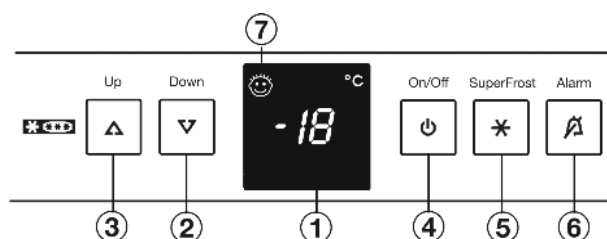

Fig. 2
- ▶ Appuyer sur la touche On/Off Fig. 2 (4).
- ▶ Activer le mode de réglage : Appuyer env. 5 s. sur la touche SuperFrost Fig. 2 (5).